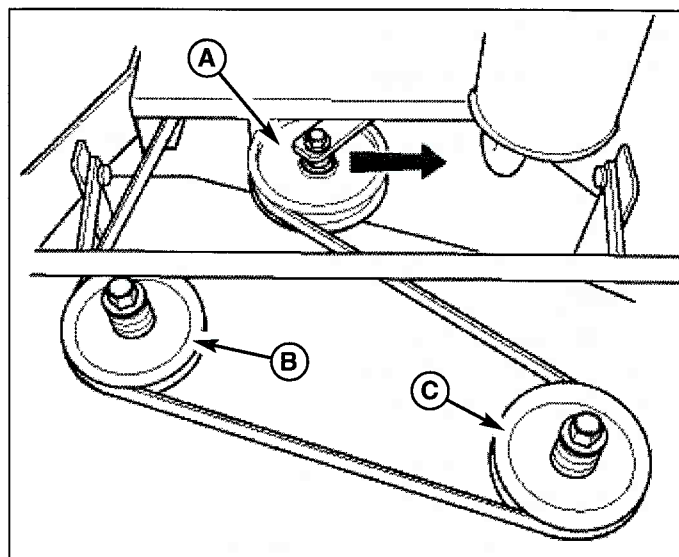

Figure 16. Courroie d'entraînement de la plateforme de la tondeuse
3. Pousser le bras de poulie folle vers le côté gauche de la machine pour relâcher la tension du ressort sur la courroie d'entraînement. Voir la Figure 16.
4. Glisser la courroie d'entraînement par dessus le bord de la poulie folle (A). Relâcher le bras de la poulie folle.